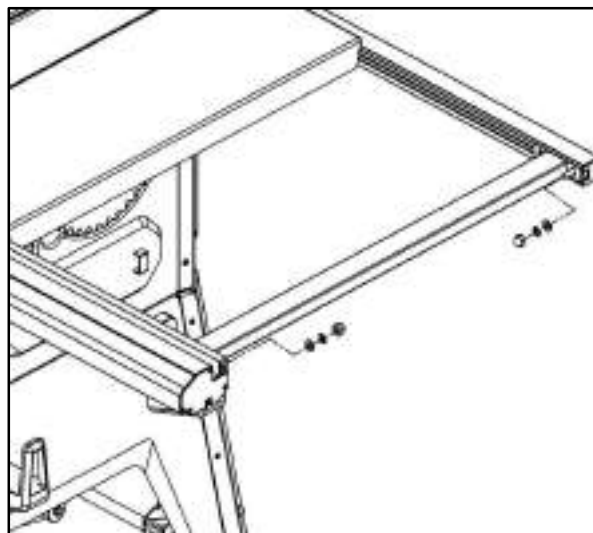

Рисунок 21
- Прикрепите планку (рис. 21) к дальнему правому краю направляющих, перемещая болты M8×16 в Т-образных пазах. Закрепите болты в этом положении при помощи плоских шайб, пружинных шайб и гаек.